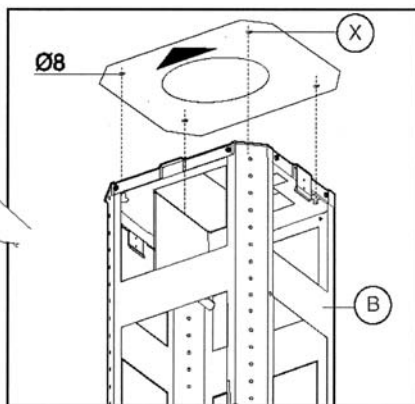

Fig.3
- Coloque la guía de perforación en el techo asegurándose que la flecha sea colocada en el mismo lado de los mandos del aparato (Fig.3). Efectúe los 4 agujeros Ø8 en el techo y atornille 3 tornillos sin ajustar completamente, asegurándose de no introducir el tornillo en el agujero señalado con una **X** en la guía de perforación (los tornillos y los tacos de soporte deben ser adaptados al tipo de pared).